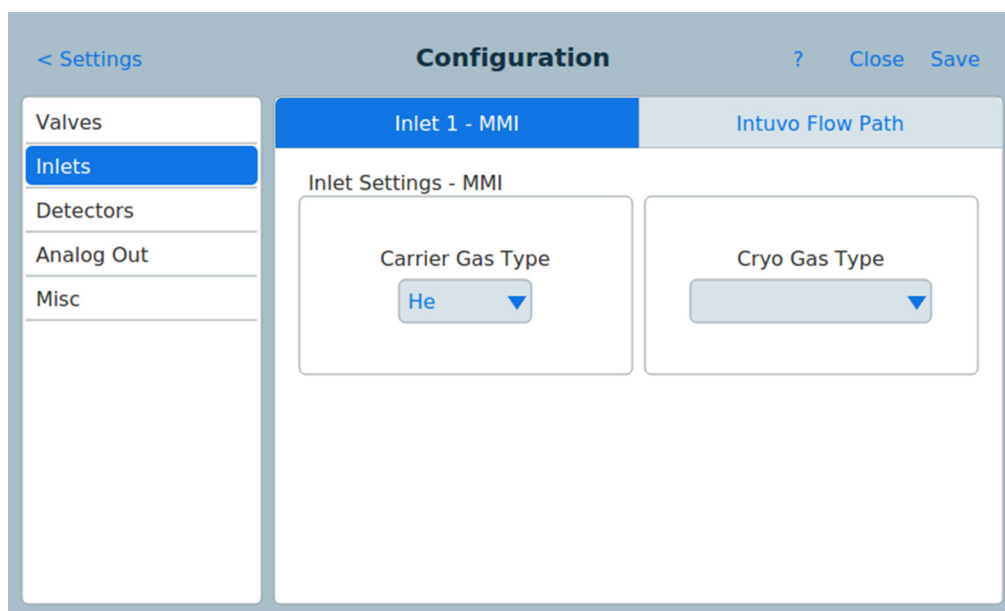

Figura 56 Página de inyectores
- 3 Pulse el tipo de dispositivo **Inlets** de la lista de la izquierda de la pantalla. Las propiedades del tipo de dispositivo seleccionado aparecerán en el lado derecho de la pantalla. Consulte Figura 56.